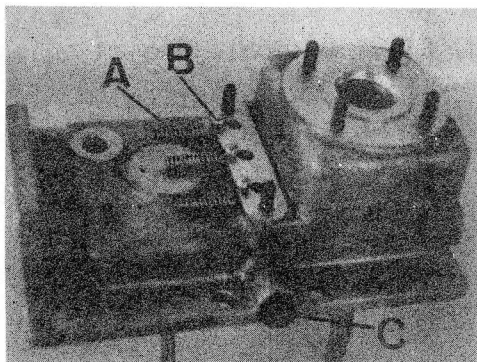

Fig. C1-68 Desmontaje muelles y bolas
- 1.3. Extraer los tres muelles, A (Fig. C1-68) y las bolas, B, que fijan la posición de los ejes selectores.